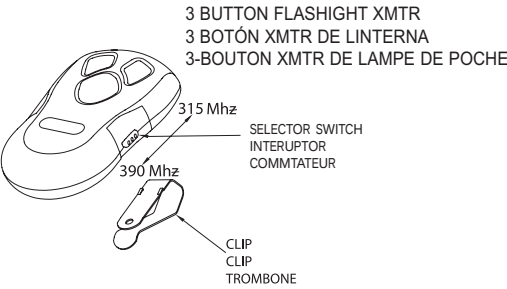

Fig. 3
Étape 5-2 Attachment de Trombone de Visière **Fig. 3**
Le récepteur dans le powerhead peut recevoir des signaux à 315 et 390 MHz. L'éloigné est la série d'usine à 315 MHz, Voir la figure 3 au dessous pour la commutateur de selector de fréquence.
Paso 5-2 Fijación de Clip de Visera **Fig. 3**
Step 5-2 Visor Clip installation **Fig. 3**
The receiver in the GDO's powerhead can receive signals at 315 AND 390 MHz. The remote is factory set at 315 MHz. See Figure 3 for frequency selector switch settings.